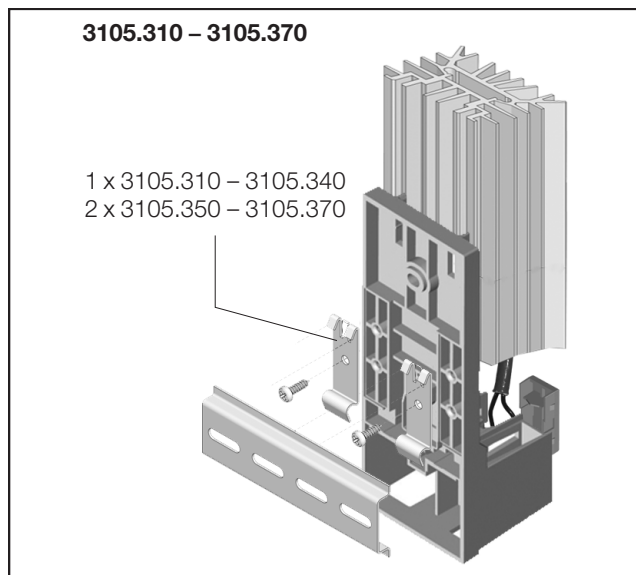

図2: 35mmレール(EN 60715)へのスナップ式固定
1	固定部品(図2を参照)
1	取扱説明書(組立・設置および操作マニュアル) 固定部品(図2を参照)
- 35 mmレール(EN 60715)へのスナップ式固定(図2)